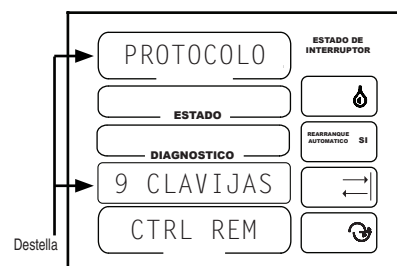

Figura 51-3
Los ajustes incluyen CTRL REM (control remoto), GPS V1, GPS V2, CTLREMOV2 y HERR SRV (herramienta de servicio). El ajuste predeterminado es CONTROL REMOTO. Vea la Figura 51-3.
- PROTOCOLO 9 CLAVIJAS debe estar destellando. Vea la Figura 51-3.